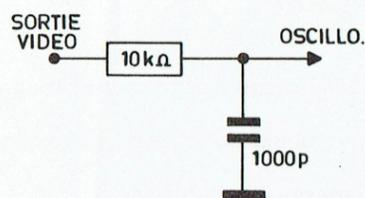

Fig. 1
- Brancher un oscilloscope, à travers une sonde (fig. 1) sur l'émetteur de T 1309 (ou R 1460).
- Supprimer l'amplificateur extérieur ainsi que la sonde détectrice et brancher l'oscilloscope à travers une sonde (fig. 1) au point commun à R 18/1474 (sortie vidéo).